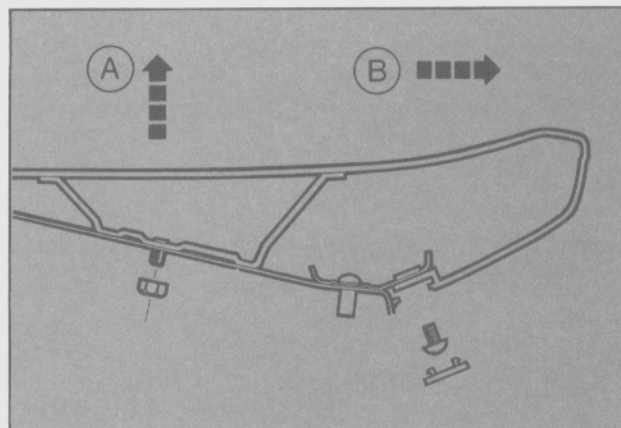

Fig. 52 - Método para retirar el deflector.
- Levantar el deflector para liberar los espárragos de sus alojamientos en la puerta trasera y cuidadosamente desplazarlo hacia atrás para retirarlo de su posición (Fig. 52).